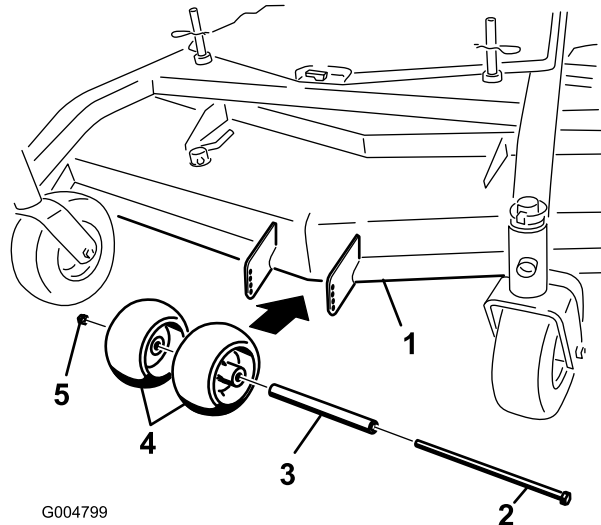
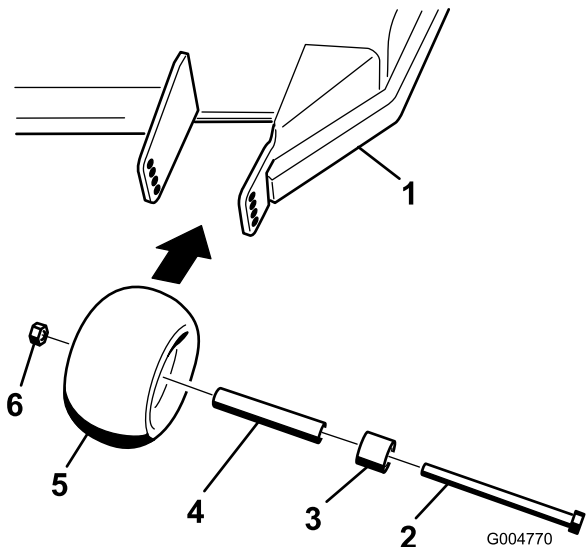
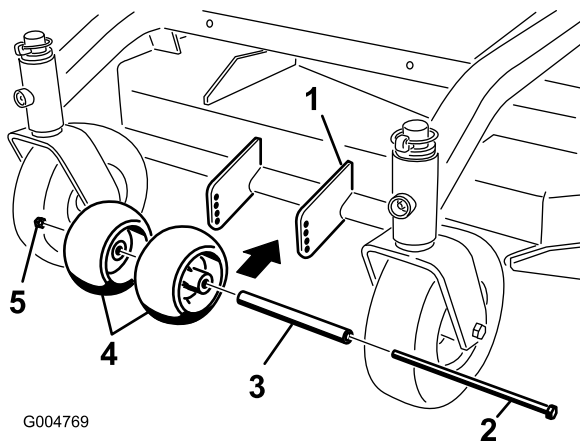

Figura 13
Figura 14
Figura 15
- Después de ajustar la altura de corte, revise los rodillos para asegurarse de que haya una separación mínima del suelo de 10 mm (3/8 pulg.) (Figura 13, Figura 14, Figura 15).
- Si es necesario realizar ajustes, retire el perno, las arandelas y la tuerca (Figura 13, Figura 14, Figura 15).
- Seleccione un taladro para que los rodillos tengan una separación mínima del suelo de 10 mm (3/8 pulg.) (Figura 13, Figura 14, Figura 15).
- Instale el perno y la tuerca (Figura 13, Figura 14, Figura 15).